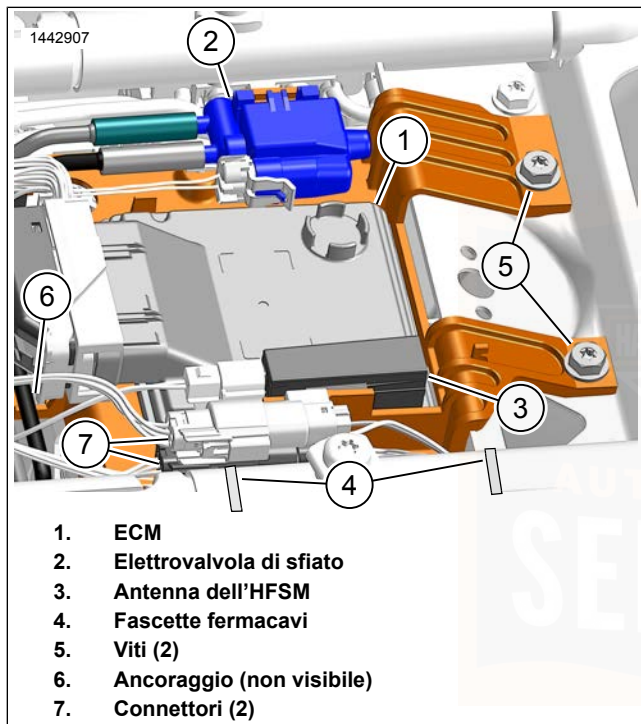

Figura 84. Pannello superiore
2. Vedere Figura 84 . Liberare l'ECM (1) dal pannello superiore. Accantonarlo.
3. Se è presente, spostare l'elettrovalvola di sfianto (2) fino a sganciarla dal pannello superiore.
4. **Modelli dotati di sistema di sicurezza:** sganciare l'antenna dell'HFSM (3) dal pannello superiore e accantonarla.
5. Staccare i connettori (7) dalle ancorette sul pannello superiore.
6. Rimuovere i dispositivi di fissaggio (5).
7. Tagliare le fascette fermacavi (4). Spostare il cablaggio per lasciare più spazio al pannello superiore.
7. Vedere Figura 84 . Riposizionare il pannello superiore e inserire il fermo sulla staffa di ancoraggio.
8. Fissare il pannello superiore alla traversa del telaio mediante i dispositivi di fissaggio (5). Serrare.